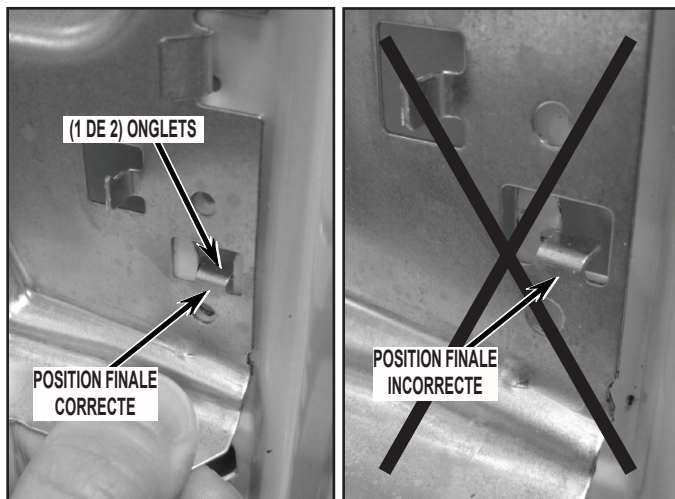

FIGURE 37
7. Lors de la réinstallation de la bride supérieure avant, veiller à placer la bride de support centrale (métallique) au-dessus de la bride supérieure avant; voir la *Figure 12B*. Insérer et enfoncer les deux (2) ongles à chaque extrémité de la bride; voir la *Figure 37*. Réinstaller les cinq (5) vis identifiées aux *Figures 12A et 12B*